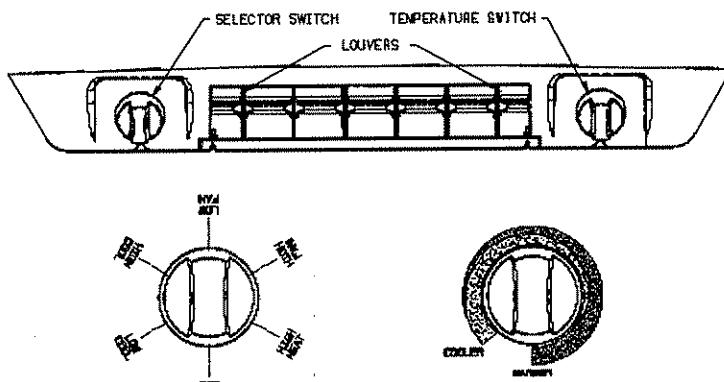

FIGURE 1
- A. The Selector Switch — The selector switch determines which mode of operation the air conditioner will be in. By rotating the selector switch, the operator can obtain any system function desired. System functions vary depending upon options of both the roof top unit and ceiling assembly. Figure 1 shows selector switch location and
- B. The thermostat (temperature control) - The thermostat regulates the "ON" and "OFF" temperature setting at which the compressor will operate (See Figure 1).
I. For Cooling (Refer to Figure 1, Page 2)
IV. For Heating (Refer to Figure 1, Page 2)
V. For Air Circulation Only (Refer to Figure 1, Page 2)
- A. Le sélecteur - Le sélecteur détermine le mode de fonctionnement du conditionneur d'air. En tournant le sélecteur, l'utilisateur peut obtenir toute fonction de l'appareil désirée. Les fonctions du dispositif varient selon les options de l'unité de toit et celles du plafonnier. La figure 1 illustrent l'emplacement du sélecteur et les fonctions offertes. La section « Exploitation » explique les caractéristiques de chaque mode de fonctionnement.
- B. Le thermostat (commande thermique) - Le thermostat fixe le réglage de température de « ON » et « OFF » auquel le compresseur va fonctionner (voir la figure 1).
- I. Pour le refroidissement (reportez-vous aux figure 1, page 2)